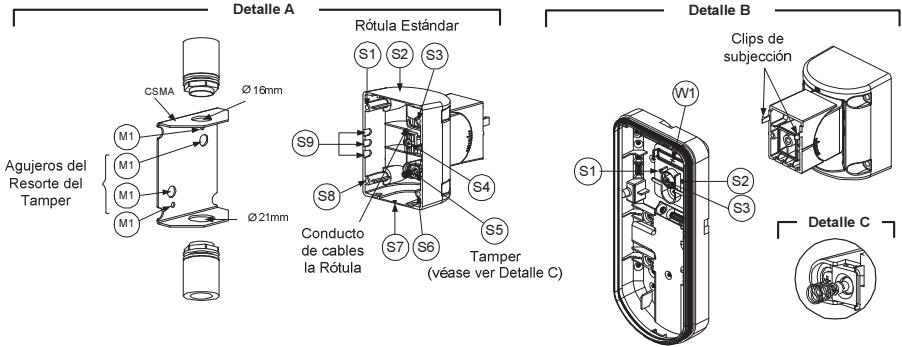

Figura 6
3. Abrir los agujeros pre-marcados en la base externa (Figura 6, Detalle B)
4. En el soporte con rótula giratoria rompa el agujero pre-marcado que necesite para pasar el cableado por la rótula: S2, S7 o S9 (Figura 6, Detalle A).
5. Extraer el tamber posterior de la base interna (ver el apartado "Cambiar la Posición del Tamber Posterior ") y conectarlo a S5 (Figura 6, Detalle A) en el Soporte con Rótula Giratoria Estándar.
- a. Pasar el cable externo a través de los agujeros pre-marcados S2, S7 o S9 (incluyendo los cables del tamber) a través del Conducto de los Cables del Soporte con Rótula Giratoria (Figura 6, Detalle B).
Montaje del adaptador a tubo en el Soporte con Rótula Giratoria (usando el Adaptador metálico de tubo del Soporte con Rótula Giratoria - CSMA, Figura 6, Detalle A).
- Introducir los cables externos y los cables del tamper que llegan del tubo eléctrico haciéndolos pasar a través del paso de cables del soporte con rótula giratoria (Figura 6, Detalle A).
El resorte del tamper S5 (Figura 6, Detalle A) debe hacer contacto con la pared a través de los agujeros de los resortes del tamper M2 o M3 en el CSMA. Asegurarse de ello al oír el "Clic" del interruptor del tamper al fijar el dispositivo a la pared.
- Pasar los cables del tamper y los cables de conexión que llegan del Soporte con Rótula Giratoria a través del agujero pre-marcado W1 en la base externa (Figura 6, Detalle B).